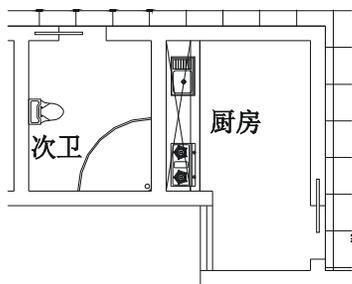

图 6-1-42
**STEP 03** 使用复制命令 COPY 复制一个马桶,并使用旋转命令 ROTATE ,将其旋转 180°,再使用移动命令 MOVE ,将其放入到次卫中,如图 6-1-42 所示,其具体操作步骤如下: